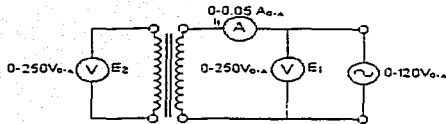

Figura 2
- Conectar el circuito de figura 2.